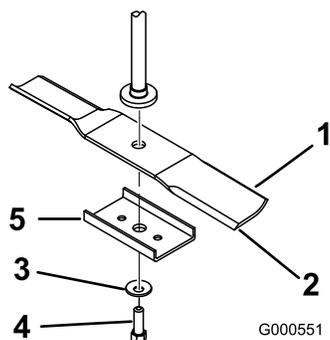
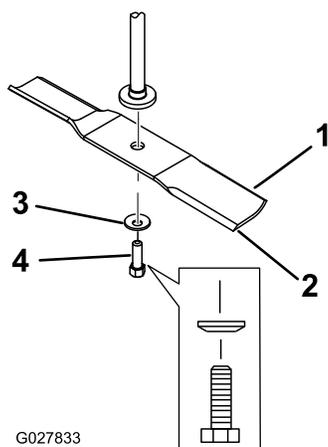

Figura 52
Figura 53
- Togliete il rinforzo della lama (solo piatti da 81 cm), il bullone della lama, la rondella curva e la lama dall'asse del fusello (Figura 52 e Figura 53).
1. Montate la lama sull'asse del fusello (Figura 53).
2. Montate il rinforzo della lama (solo piatti da 81 cm), la rondella curva (lato concavo verso la lama) e il bullone della lama (Figura 53).